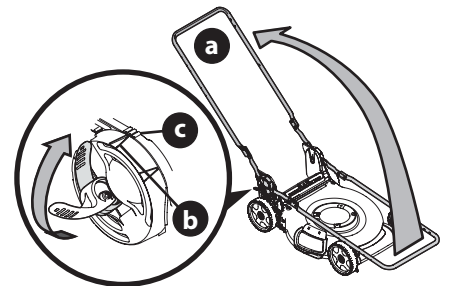

Figura 13
- Mientras estabiliza la cortadora de césped para que no se mueva, levante la manija superior (a) (Figura 13). No presione los cables del control de la transmisión o de la cuchilla mientras levanta la manija.
- Cuando levante la manija superior, asegúrese de que el indicador de posición (b) esté alineado con una de las tres posiciones de la manija (c). Vea el recuadro de la Figura 13.
- Trabe las dos palancas de liberación de manija. Vea el recuadro de la Figura 13.